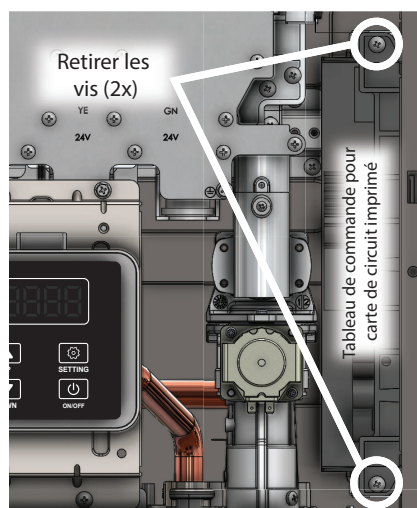

Figure 42 - Emplacement du tableau de commande
- 4 Retirer les deux vis de fixation du tableau de commande dans le chauffe-eau parent. Le tableau de commande se trouve en bas à droite du chauffe-eau, comme illustré à la Figure 42.